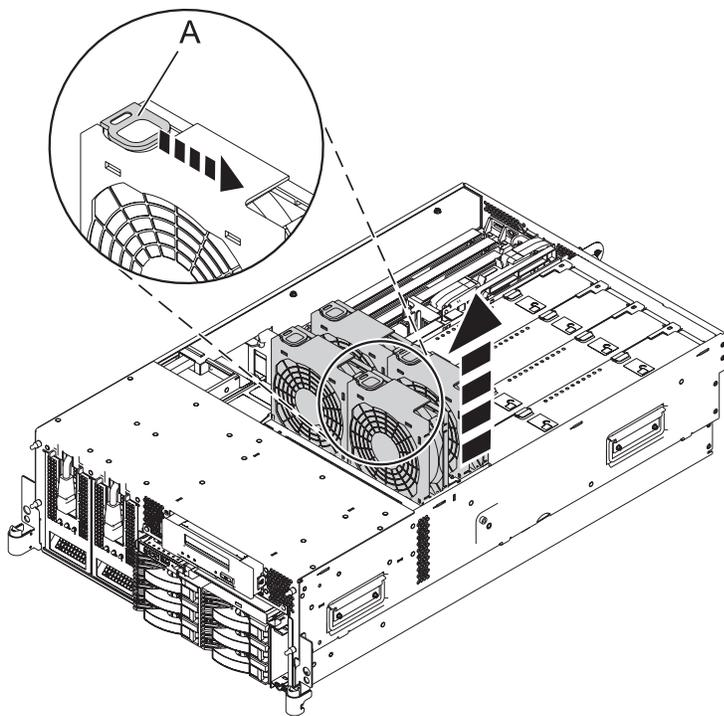

Figure 7. Retrait du ventilateur du boîtier de ventilation d'un modèle 04E/8A
- 1) Pour retirer les ventilateurs, appuyez sur la patte (**A**) et soulevez le ventilateur pour le retirer du boîtier de ventilation, comme indiqué dans la figure 7, à la page 15.